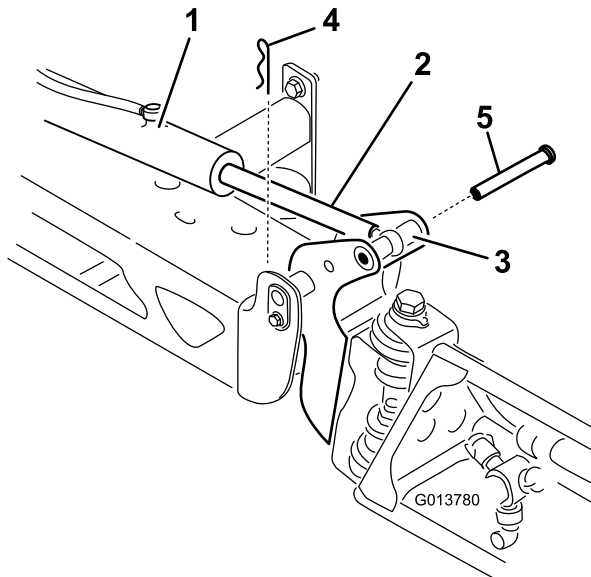

Figure 93
2. Retirez la goupille fendue de l'axe de pivotement (Figure 93).
3. Élevez la rampe et retirez l'axe (Figure 93), puis abaissez lentement la rampe au sol.
9. Tout en maintenant la rampe, insérez l'axe dans le pivot de rampe et la tige de vérin (Figure 93).